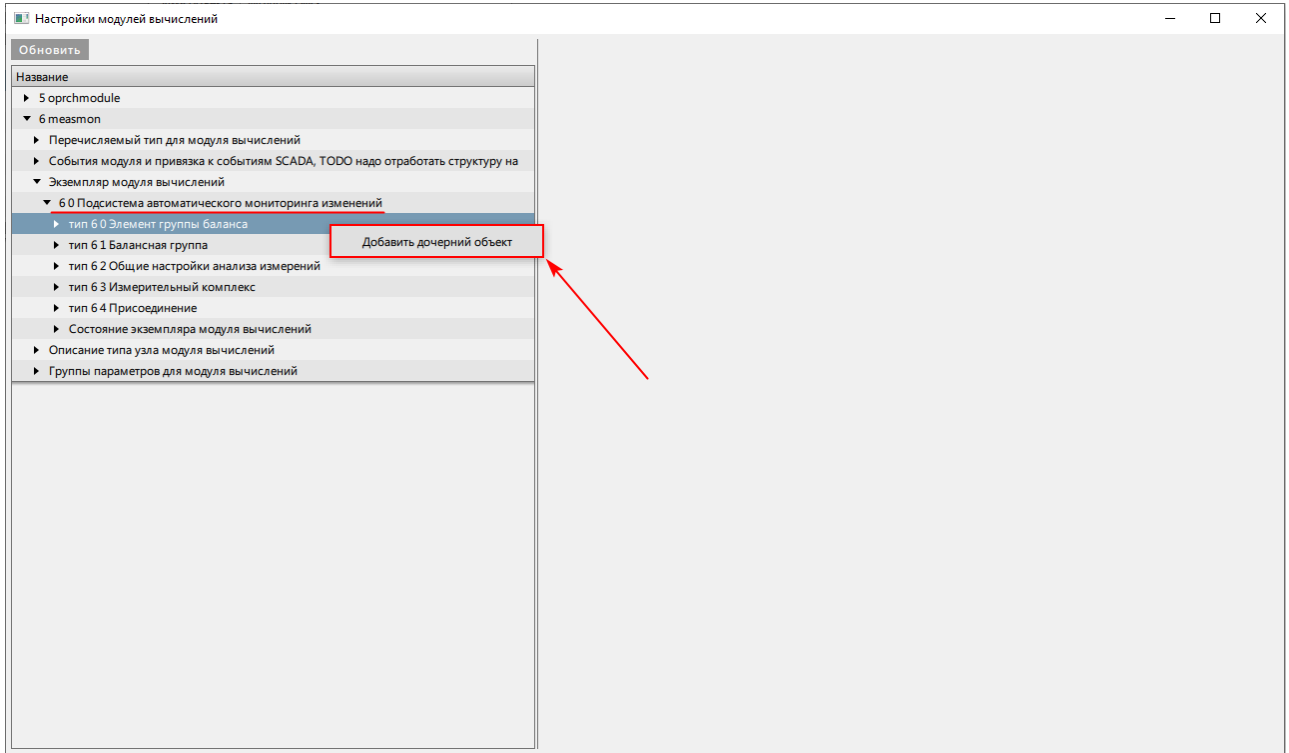

Рисунок 447 - Элемент группы баланса
8. В узле экземпляра модуля вычислений нажмите **ПКМ** по **тип 6 0 Элемент группы баланса** и выберите **Добавить дочерний объект** (Рисунок 447). Количество элементов групп баланса должно соответствовать числу добавленных присоединений.